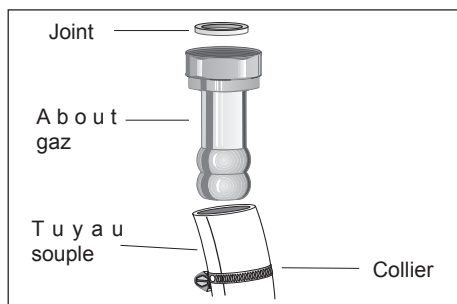

Fig. 2
- Utilisez un tube souple en caoutchouc d'une longueur maxi de 1,50 m et de 15 mm de diamètre intérieur monté avec son about gaz (Fig. 2).